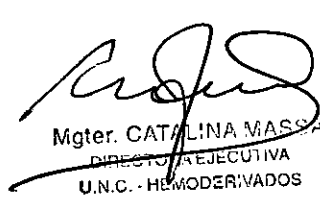

Figura 9.3
- Verifique la posición del tubo en la válvula del donante. Asegure que el tubo esté colocado por completo a través del recorrido controlado de la válvula (Figura 9.3)
#### (Mostrado en Figura 9.3)